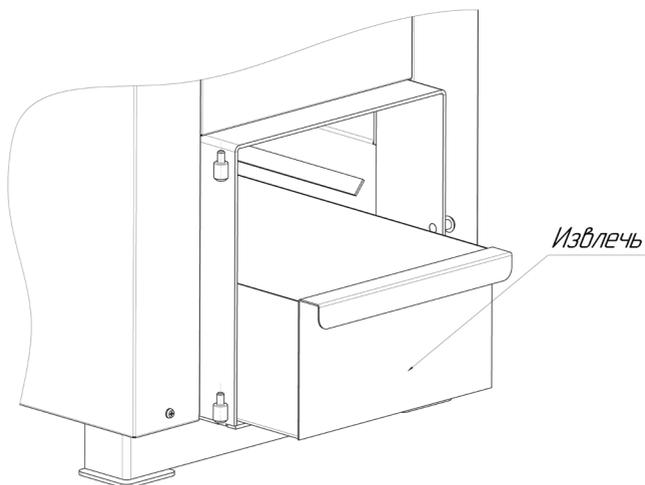

Рисунок 3
2. Необходимо извлечь ящик зольника. Рис. 3